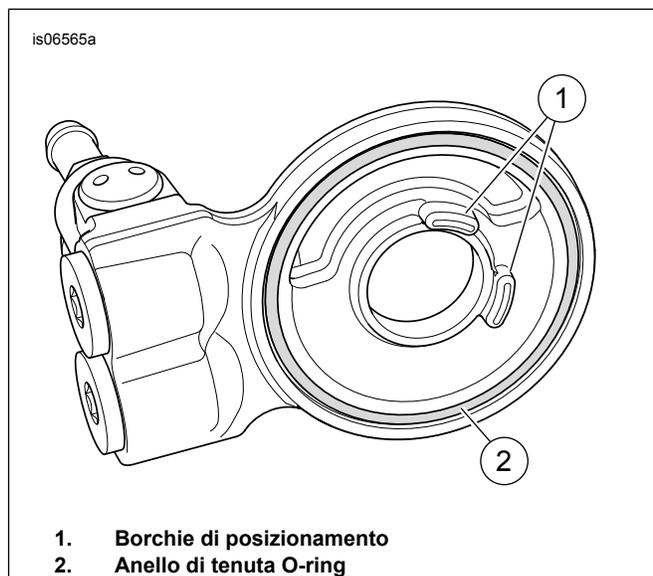

Figura 3. Adattatore del radiatore di raffreddamento dell'olio
3. Vedere Figura 3. Collocare sull'adattatore del filtro dell'olio le borchie di posizionamento (1) che si trovano sull'adattatore del radiatore di raffreddamento dell'olio.